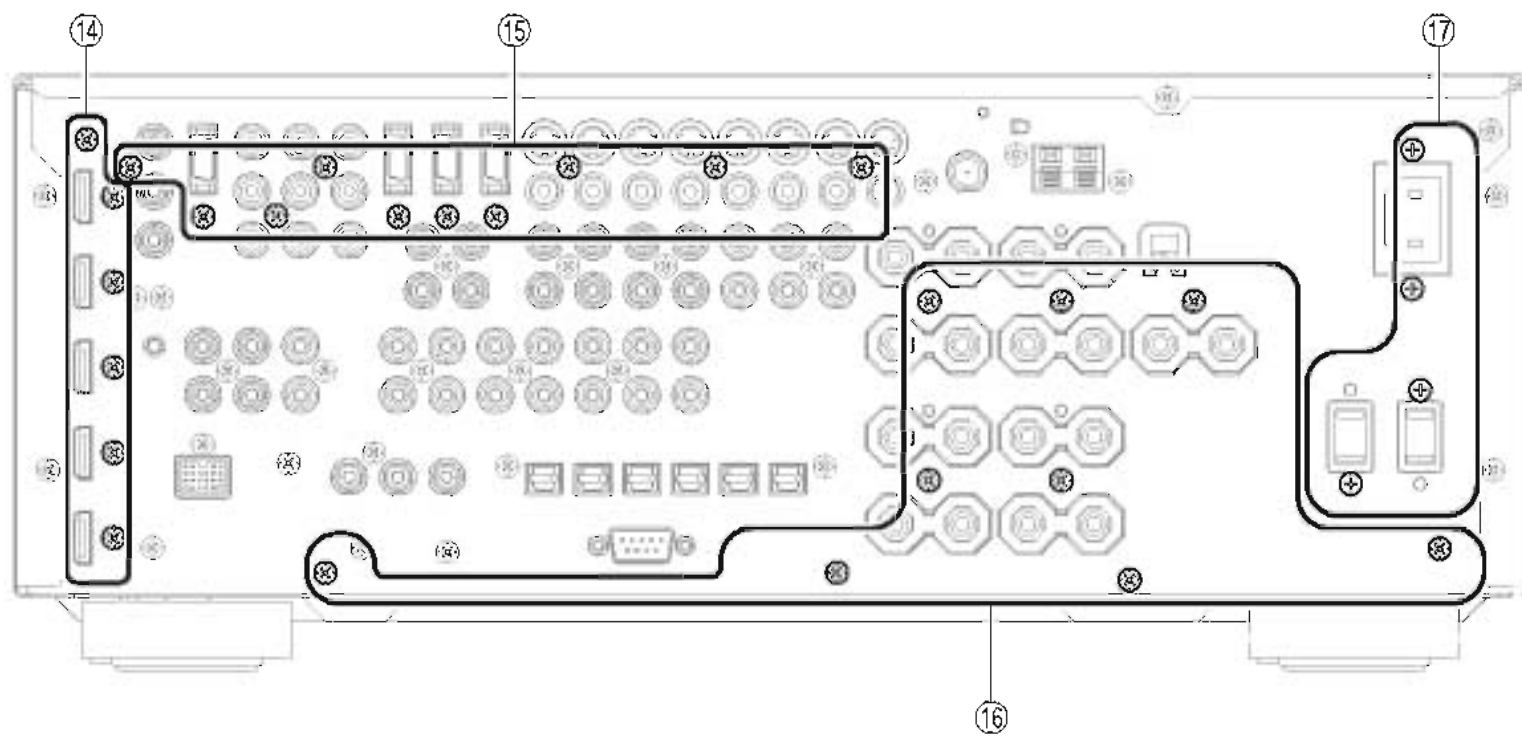

Fig. 6
- e. Remove 6 screws (14). (Fig. 6)
- d. ⑭のネジ 6 本を外します。(Fig. 6)
- a. Remove 6 screws (16). (Fig. 6)
- a. ⑯のネジ 10 本を外します。(Fig. 6)
- a. Remove 11 (U, C, T, K, A, B, G, E models) / 13 (R, L models) screws (16) and 4 (U, C, R, T, A, B, G, E, L models) / 2 (K model) screws (17). (Fig. 6)
- a. ⑯のネジ 9 本、⑰のネジ 4 本を外します。(Fig. 6)